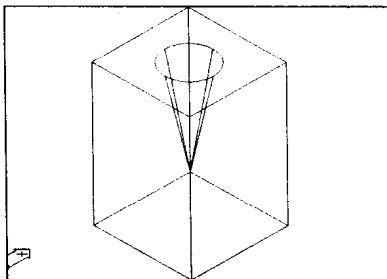

图 1-3
① 当前线框密度: ISOLINES=4; 指定圆锥体底面中心点或[椭圆 (E)]<0,0,0>: 10,10,30↵, 作为圆锥底面的中心。② 指定圆锥体底面的半径或[直径 (D)]: 5↵, 作为圆锥底面半径。③ 指定圆锥体高度或[顶点 (A)]: -20↵表示圆锥尖向下, 高度为 20。见图 1-3。